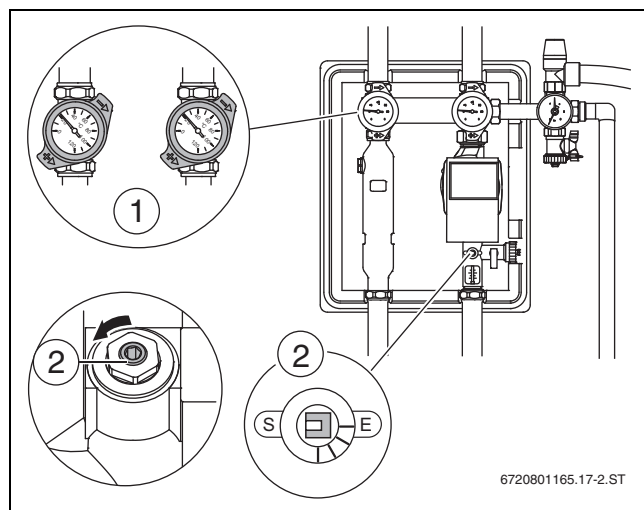

Fig. 32 Dispositivos de corte abertos
- Colocar as válvulas de esfera (→ fig. 32, [1]) nos termómetros em 45° e abrir o limitador de caudal (→ fig. 32, [2]) assim como os outros dispositivos de corte.